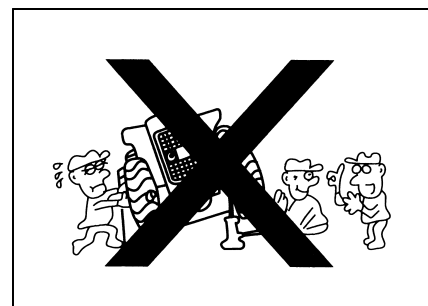

Рис. 2-7
- До поднятия, заклинить колеса с противоположной стороны. После поднятия, установить подложки из – под погрузчика (Рис.2-7).